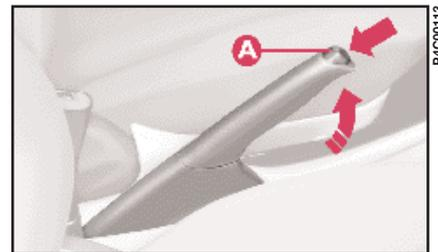

fig. 1
1) Soulever légèrement le levier et appuyer sur le bouton de déblocage **A** (fig. 1).